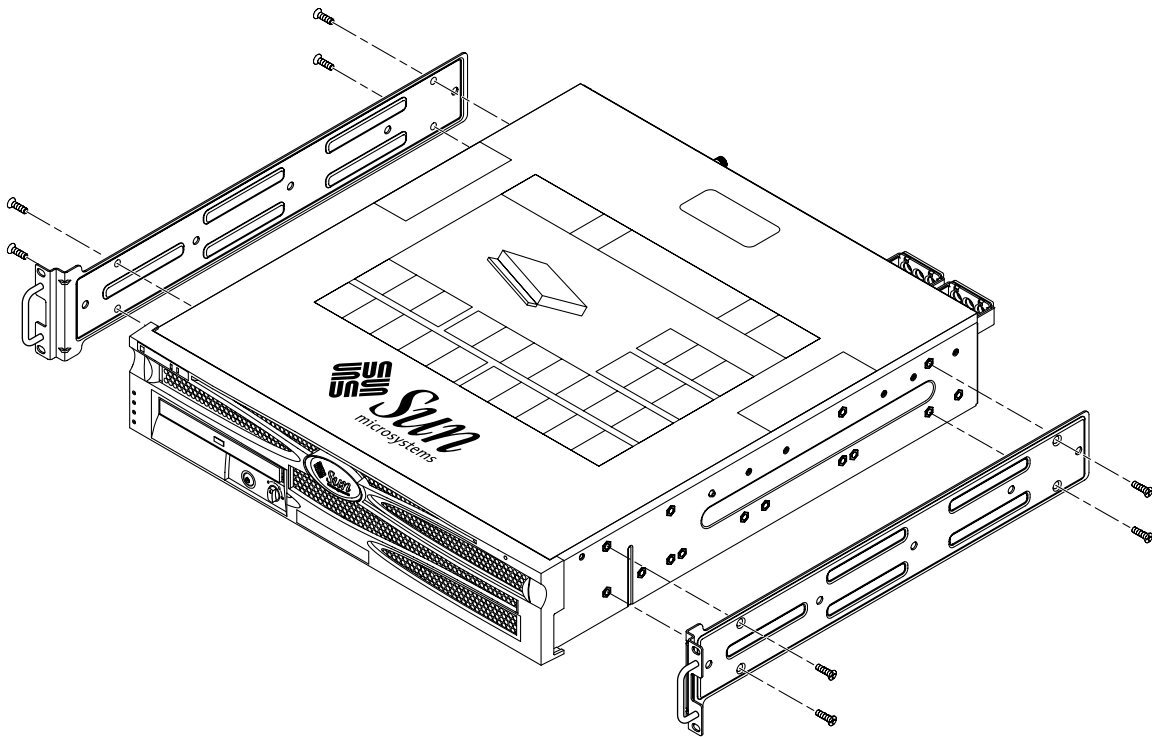

ABBILDUNG 3-2 Befestigen der Festmontagewinkel am Server
2. Befestigen Sie unter Verwendung der mitgelieferten M5-Kreuzschlitz-Senkkopfschrauben × (8 mm) (je vier Schrauben pro Winkel) die Montagewinkel seitlich am Server (ABBILDUNG 3-2).